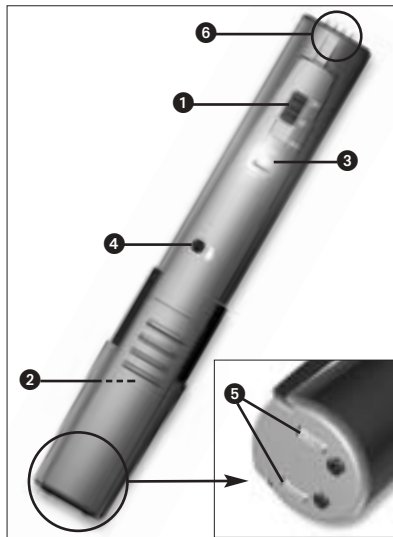

Fig. 1: Elementi di comando del TM 40
2.5 Elementi di comando (vedi fig. 1)